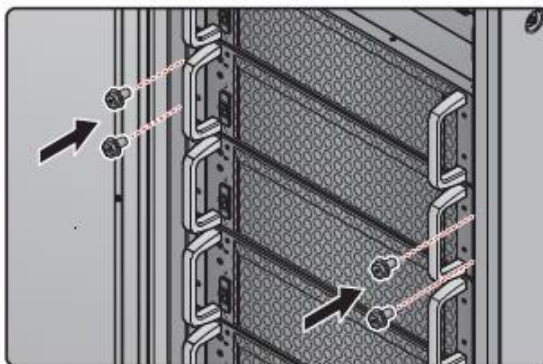

Рисунок 5-47: Крепление силового модуля в ИБП
- 3 Используйте четыре винта М6, чтобы надежно закрепить силовой модуль в шкафу ИБП. См. **Рисунок 5-47**.